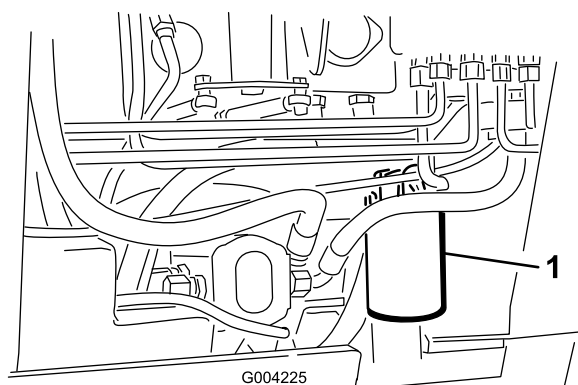

Рисунок 56
4. Поместите под крышку сливной поддон (Рисунок 56).
5. Снимите старый фильтр (Рисунок 56) и начисто протрите поверхность прокладки адаптера фильтра.
7. Установите новый гидравлический фильтр в адаптер фильтра (Рисунок 56). Поверните гидравлический фильтр по часовой стрелке, пока резиновая прокладка не соприкоснется с адаптером фильтра, после этого затяните фильтр, повернув его еще на 3/4 оборота.